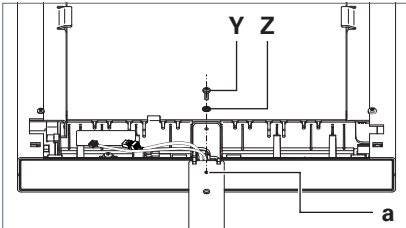

Fig. 12: Leuchtenkopf sichern.
- Schrauben Sie die Schraube **Y** mit der Zahnscheibe **Z** in die Bohrung **a** am Tragrohr und drehen Sie die Schraube fest, siehe Fig. 12.